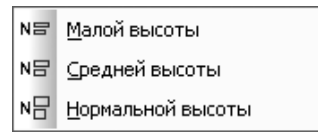

Рис. 5.108. Всплывающее меню пункта **Индекс**
- **Индекс** вызывает всплывающее меню для вставки индекса (рис. 5.108) с пунктами: